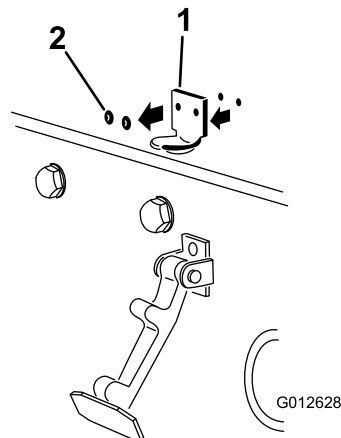

Figura 3
2. Rimuovete i (2) rivetti che fissano la staffa del fermo del cofano al cofano (Figura 3). Rimuovete la staffa del fermo del cofano dal cofano.